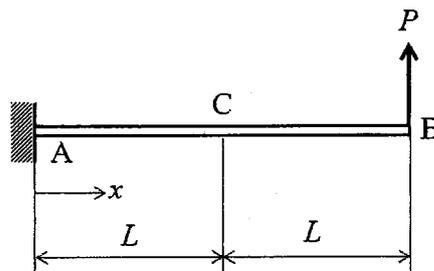

図 2-3
- (8) ふたつのバネによる点 B の支持力を、上向きに作用する集中外力 P で表すとき、 P を点 B の鉛直下向き変位 δ_B およびバネ定数 k を用いて表しなさい。
- (9) 図 2-3 に示すように、はり AB の点 B に、上向きの集中外力 P のみが作用する時の点 B のたわみ v_{B2} を求めなさい。
- (10) 小問(7), (8) および(9)の答えを利用して、点 B の変位 δ_B を求めなさい。